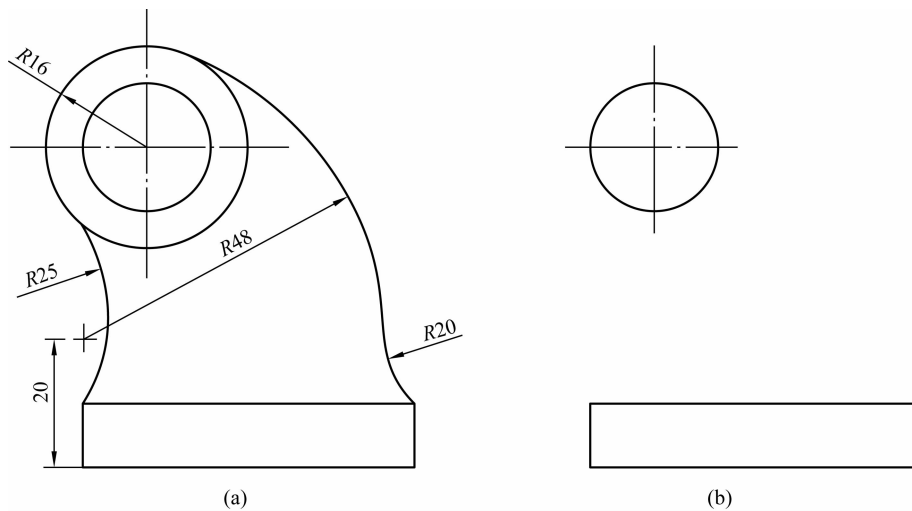

图 1-1-25 专题训练图 2
2. 按 1 : 1 的比例画出图 1-1-25 所示图形。